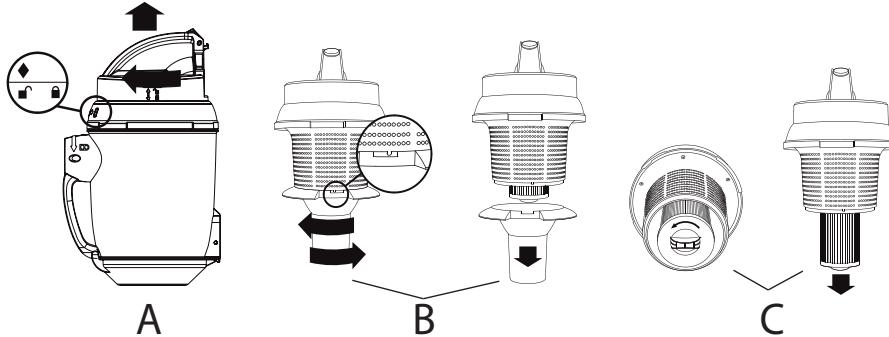

Abbildung 11
4. Lassen Sie die Bodenklappe aufgehen, indem Sie auf die Taste im Griff drücken (siehe Abbildung 11).
2. Drehen Sie den den deckel vom Staubauffangbehälter. (A)
3. Drehen Sie den erstenFilter vom Staubauffangbehälter. (B)
4. Drehen Sie den zweiten Filter aus dem Staubsauger. (C)
**⚠** Arretieren Sie beim Filtereinsetzen nicht den zweiten filer (C) (Siehe Abbildung 11). Die Arretierung erfolgt zusammen mit dem arretierung des Filterdeckels (A) (Siehe Abbildung 11).